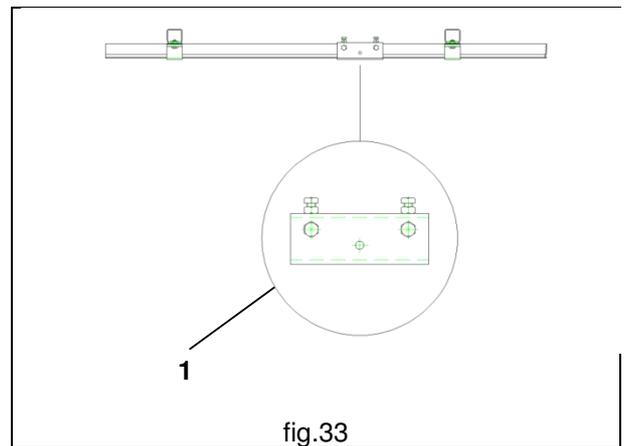

fig.33
5. Completare la linea con tutti gli spezzoni di canalina per mezzo delle giunzioni **1** (le canaline hanno lunghezza compresa tra 2000 e 3000 mm) (fig. 33).